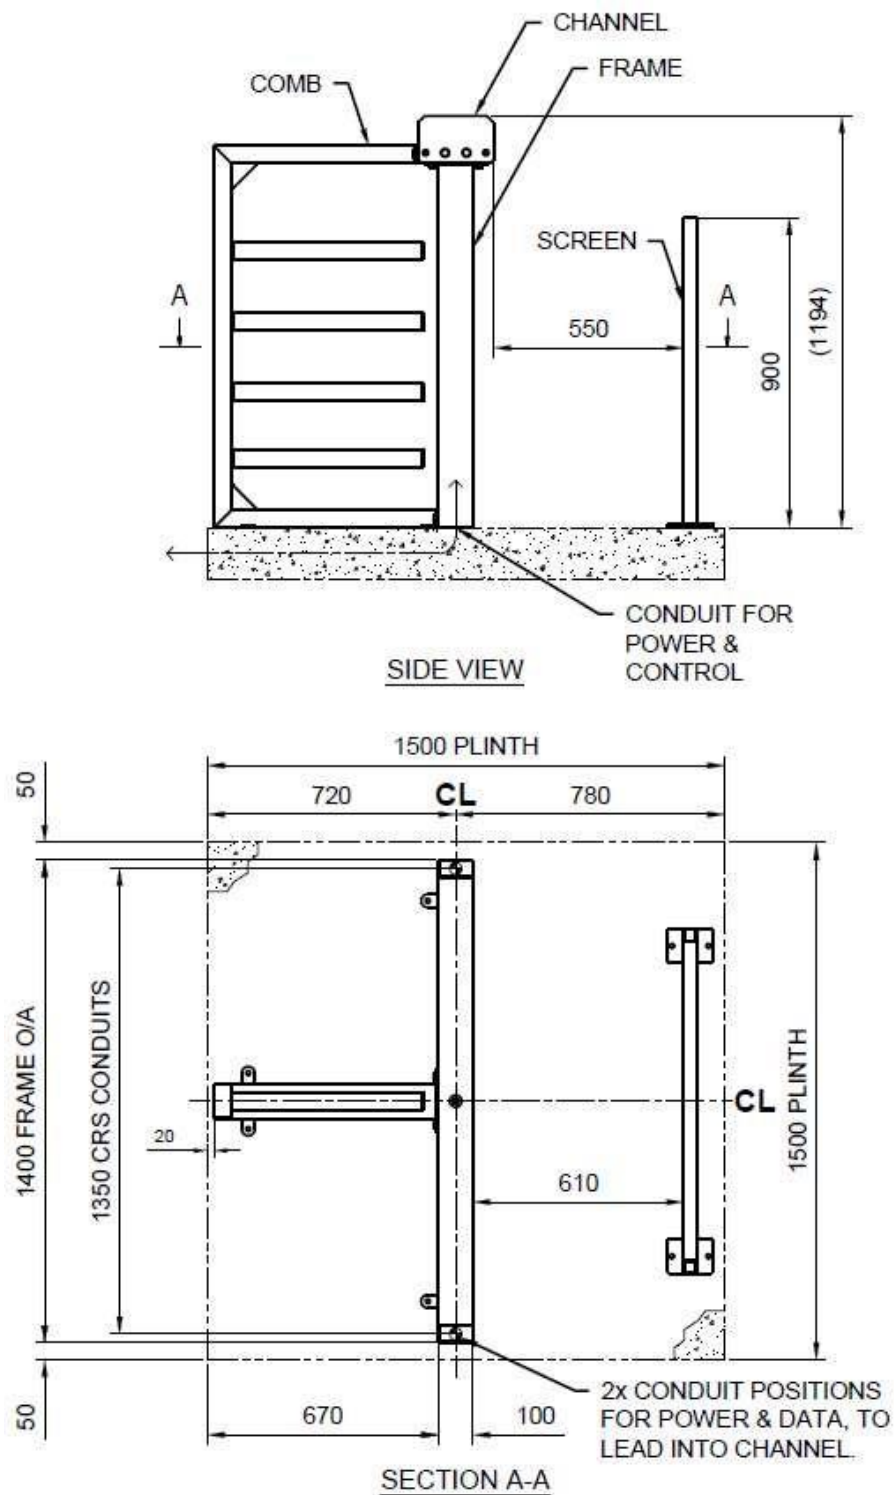

Abbildung 10: Sockel des Einzelnen Drehkreuzes
- 4.5 Platzieren Sie den Rahmen und den Kamm wie in **Abbildung 10: Sockel des Einzelnen Drehkreuzes** gezeigt, wobei der Rahmenrand **670 mm** vom Ende des Sockels entfernt ist. Befestigen Sie den Rahmen und den Kamm mit den **4 Befestigungslöchern**
- 4.14 Platzieren Sie das Schutzgitter **610 mm** von den senkrechten Streben des Rahmens entfernt. Das Schutzgitter befindet sich **550 mm** vom Ende des oberen Kanals entfernt. Befestigen Sie das Schutzgitter mit den **4 Befestigungslöchern**. Siehe **Abbildung 10: Sockel des Einzelnen Drehkreuzes**.
- **Spezifikation für Einzelnes Drehkreuz:** 1500 mm lang x 1500 mm breit x 125 mm tief, Beton mit 15 MPa Festigkeit. (Siehe **Abbildung 10: Sockel des Einzelnen Drehkreuzes**)